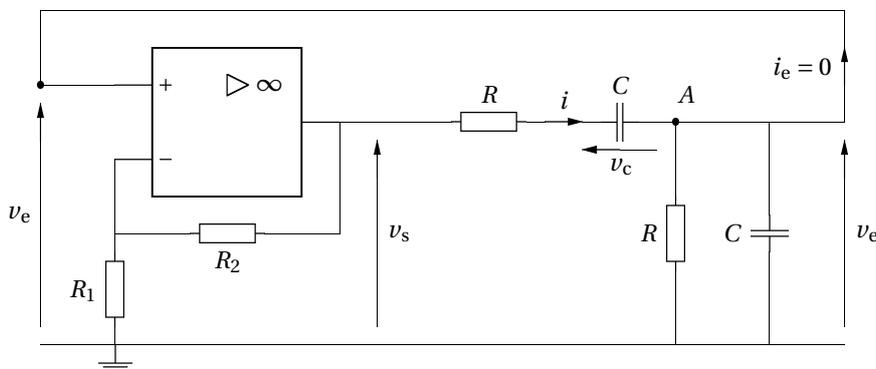

FIGURE III-2 – Schéma électrique de l'oscillateur à filtre de Wien
Nous étudions dans cette partie l'oscillateur à filtre de Wien (figure III-2).
7. En étudiant le fonctionnement de l'amplificateur linéaire intégré présent dans le schéma de la figure III-2, en déduire la valeur de l'amplification $A = \frac{v_s}{v_e}$ en fonction des résistances R_1 et R_2 .